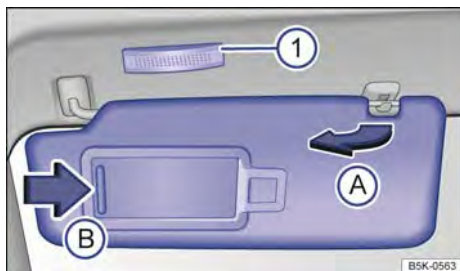

Fig. 127 No revestimento do teto dianteiro: para-sol.
- Retirar do suporte e virar na direção das portas → Fig. 127 (A).